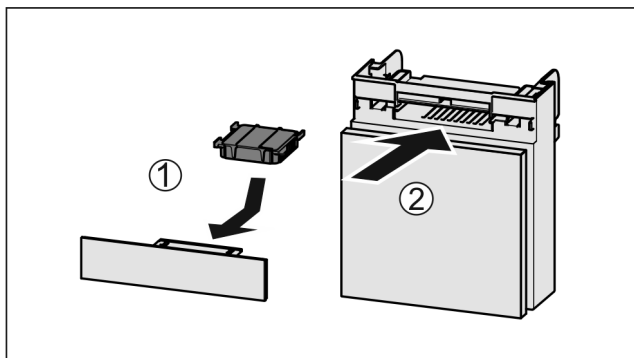

Fig. 133
- ▶ Вставити фільтр з активованого вугілля за малюнком Fig. 133 (1).
- ▶ Вставити відділення Fig. 133 (2).